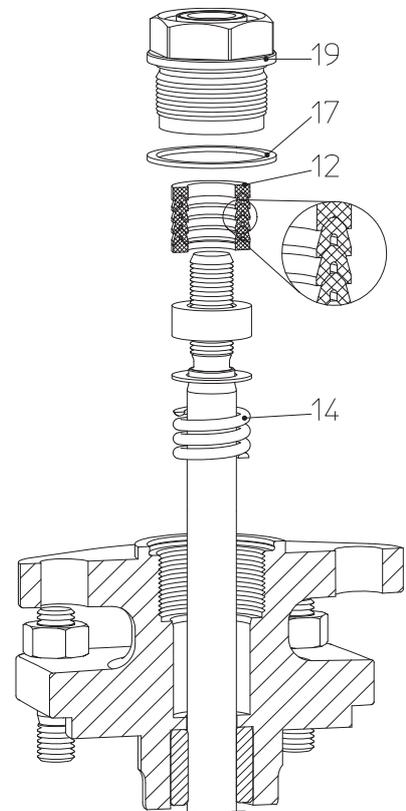

Fig. 12: Garnitures forme toit
- Lors du remplacement des garnitures forme toit (pos. 12), veiller au bon ordre et à la position correcte de montage des pièces constituant (voir Fig. 12).
- Renouveler la garniture d'étanchéité (pos. 17) .